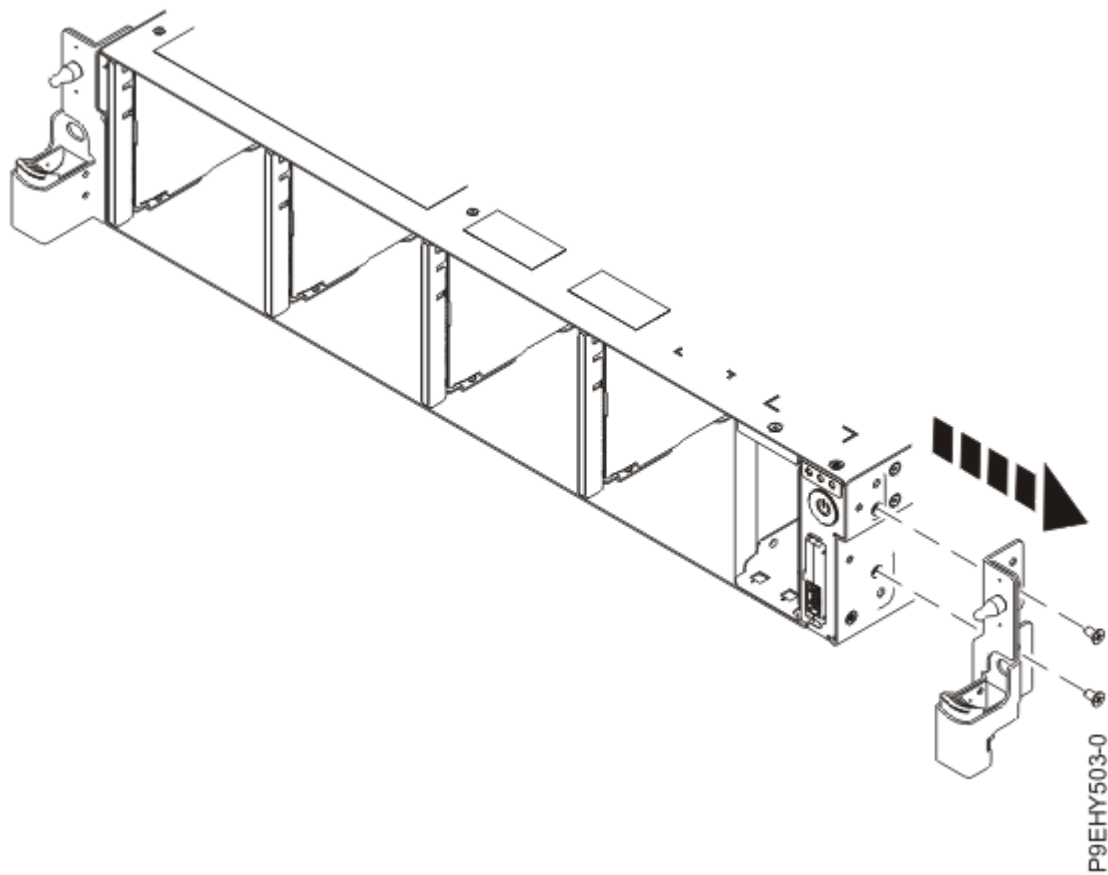

Figure 104. Retrait du support d'installation en armoire
6. Retirez le support d'installation en armoire du côté du système, comme illustré dans la Figure 104, à la page 120.